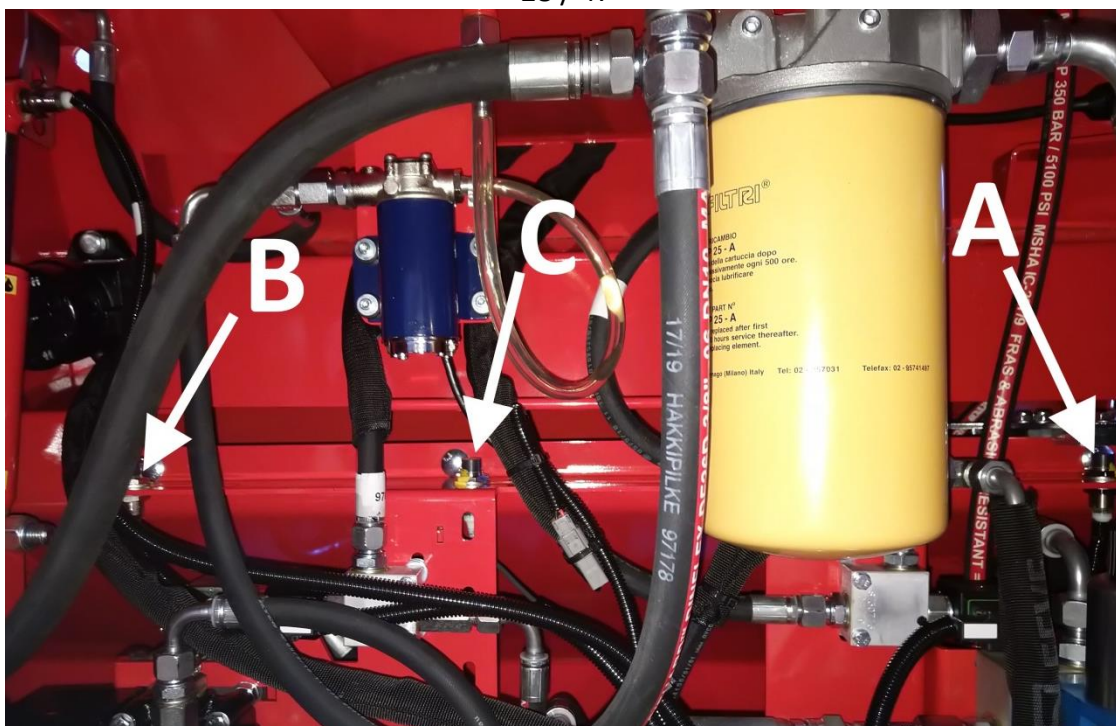

Bild 22.
Hakki Pilke 50 Pro-vedmaskinens klyvcylinder styrs elektroniskt med hjälp av sensorerna A och B på bild 22. Du kan justera klyvcylinderns slaglängd på följande vis:
2. Avlägsna maskinens skyddsplåt (på baksidan av maskinen), såsom visas på bild 22.
3. Med sensor A (bild 22) fastställs punkten där klyvbalken stannar under returrörelsen. Ändra vid behov sensorns läge. Lossa först på sensorns fästmutter, flytta den och spänn fast den.
4. Med sensorn B (bild 22) fastställs punkten där klyvcylindern byter riktning under klyvrörelsen, dvs. hur nära klyvbalken klyvbettet går. Ändra vid behov sensorns läge enligt instruktionerna i punkt 3.
Slaglängden för halvslaget kan justeras med sensor C på bild 22. Lossa först sensorns fästmutter, flytta den och spänn fast den på plats. Justeringen bör göras så att veden hamnar att fastna något i klyvbettet och så att först nästa vedklabb klyver den helt.